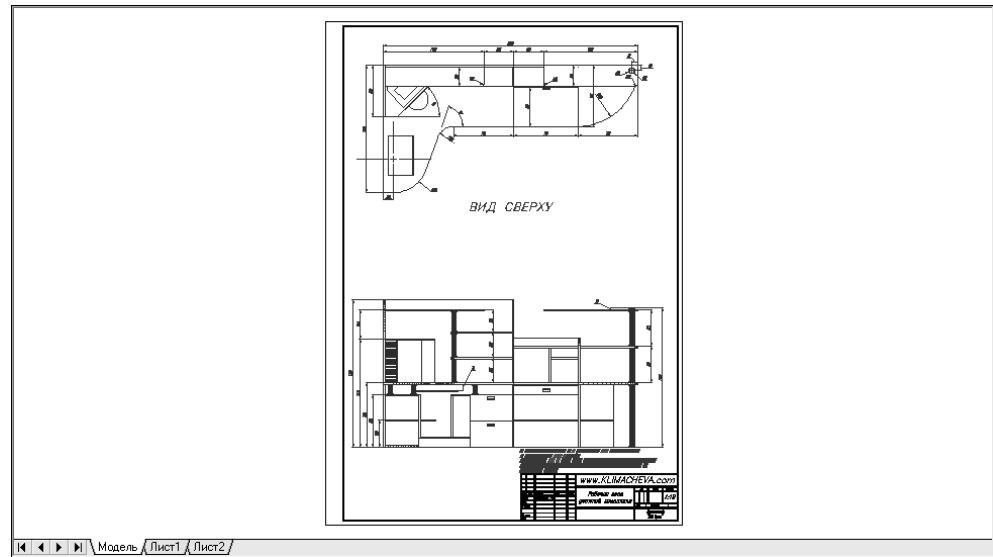
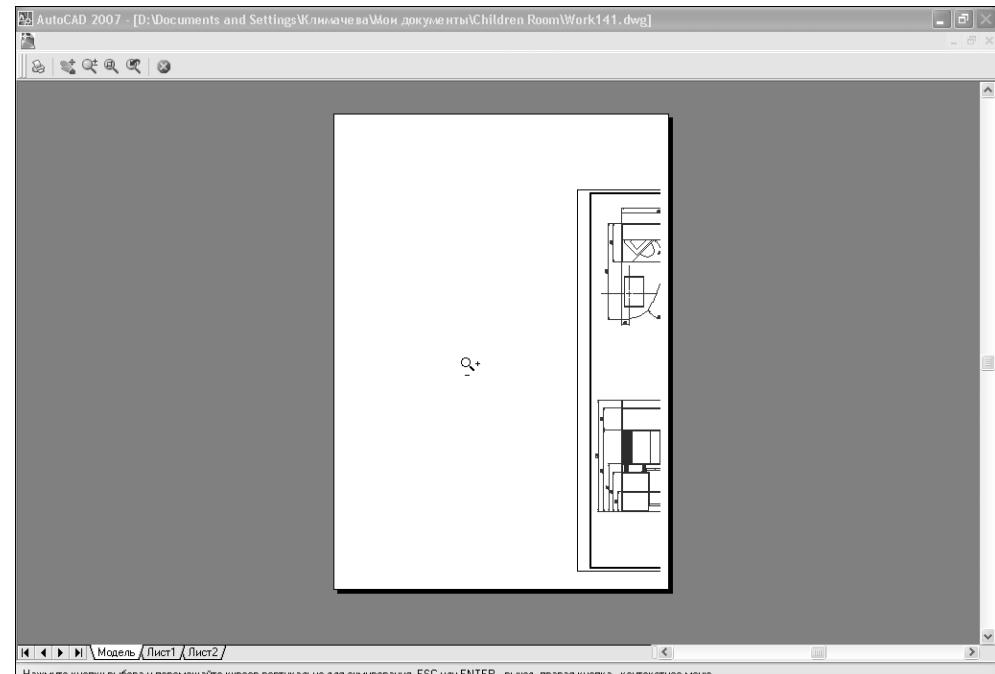

Рис. 14.1 ▼ Чертеж с элементами оформления, выполненными на листе **Модель** (Model)
Рис. 14.10 ▼ Предварительный просмотр дает неожиданный результат
1. Откройте файл Work111.dwg, измените масштаб по границам чертежа, а затем немного уменьшите его с помощью инструмента **Зумирование в реальном времени** (Zoom Realtime) и сохраните текущее состояние чертежа в файле Work141.dwg. Как видно из чертежа (рис. 14.1), его элементы оформления выполнены прямо на листе **Модель** (Model). Для распечатки этого чертежа остается лишь настроить параметры страницы.
Щелкнув на кнопке **Просмотр** (Preview), вы перейдете в режим предварительного просмотра, результаты которого, скорее всего, вас озадачат (рис. 14.10).
Таким образом, чтобы исправить проблему, показанную на рис. 14.10, достаточно установить флагок **Центрировать** (Center the plot) либо ввести в качестве параметров смещения **X** и **Y** значения **-130** и **20**, соответственно.
ся левый нижний угол области черчения. Сравните рис. 14.10 с рис. 14.1 и вы поймете, почему при печати в режиме **Экран** (Display) с установленными нулевыми значениями смещения по **X** и **Y** мы получили результат, показанный на рис. 14.10.